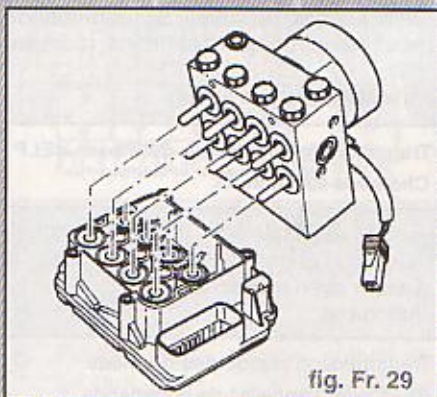

fig. Fr. 29
- En retirant l'appareil de commande, veiller à ce que les dômes d'électrovannes de l'unité hydraulique ne soient pas de travers avec les bobines magnétiques de l'appareil de commande (Fig. Fr. 29).